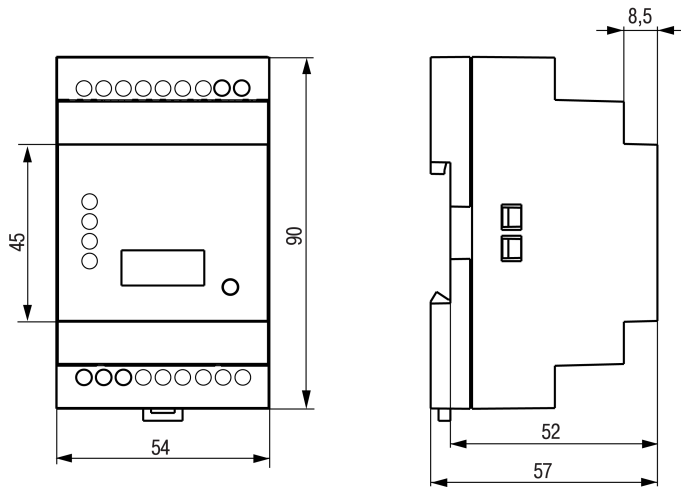

Рисунок 4.2 – Габаритные размеры прибора
1. Подготовить место на DIN-рейке для установки прибора (см. рисунок 4.2).